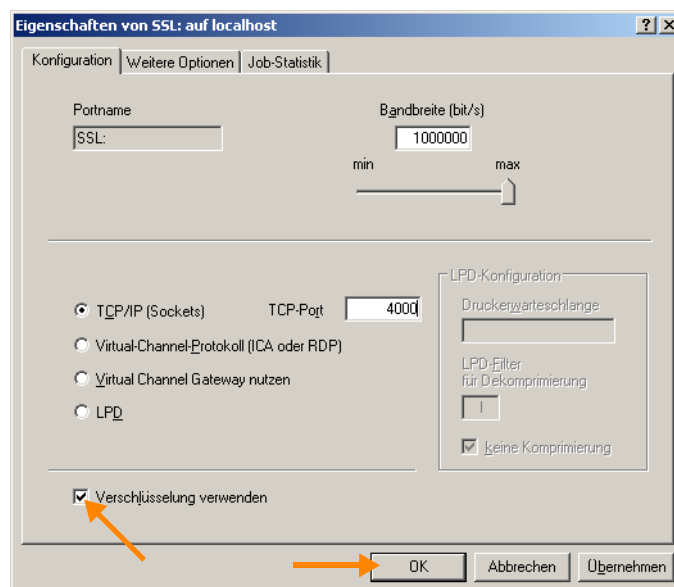

Bild 45 MMC: SSL-Verschlüsselung aktivieren
3. Doppelklicken Sie auf den neuen Eintrag in der Portverwaltung. Es erscheint das Menü in Bild 45.